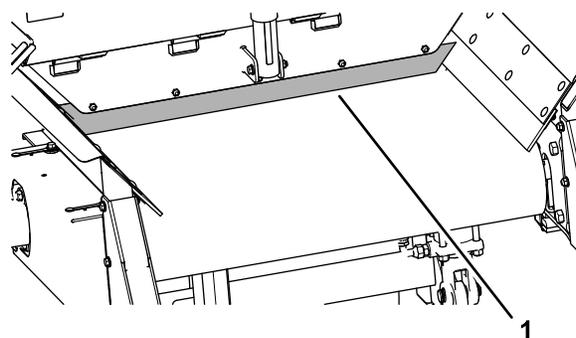

図 57
5. プロパスの後部からベルトスクレーパーアセンブリを取り外す 図 57。